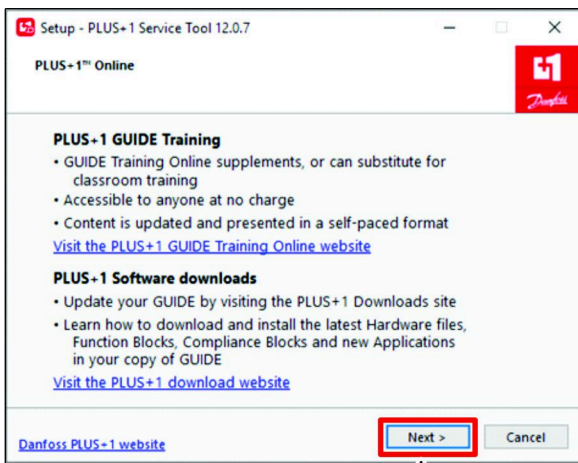

Bild 24
6. Klicken Sie im Dialogfeld Plus+1 Online auf die Schaltfläche WEITER (Bild 24).